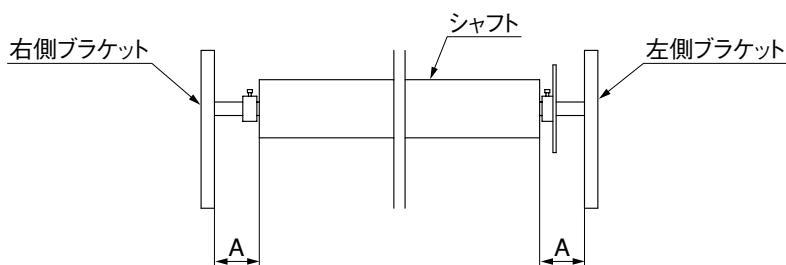

図3-6
- ④ 左右のブラケット内面からシャフトパイプ端部までの寸法を左右均等にご確認ください。（図3-6 A寸法参照）